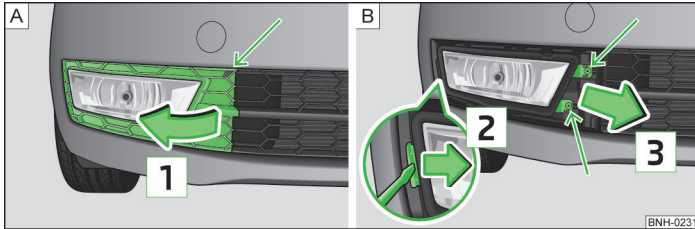

Abb. 174 Vordere Stoßfänger: Schutzgitter / Ausbau des Nebelscheinwerfers
- › Das Schutzgitter im Pfeilbereich » Abb. 174 - mithilfe des Bügels zum Abziehen der Radvollblenden » Seite 187, Bordwerkzeug lösen.
- › Das Schutzgitter in Pfeilrichtung » Abb. 174 abnehmen.
- › Die mit Pfeilen gekennzeichneten Schrauben » Abb. 174 - herausschrauben1).
- › Bei erneutem Einbau den Nebelscheinwerfer entgegen der Pfeilrichtung » Abb. 174 einsetzen und festschrauben.